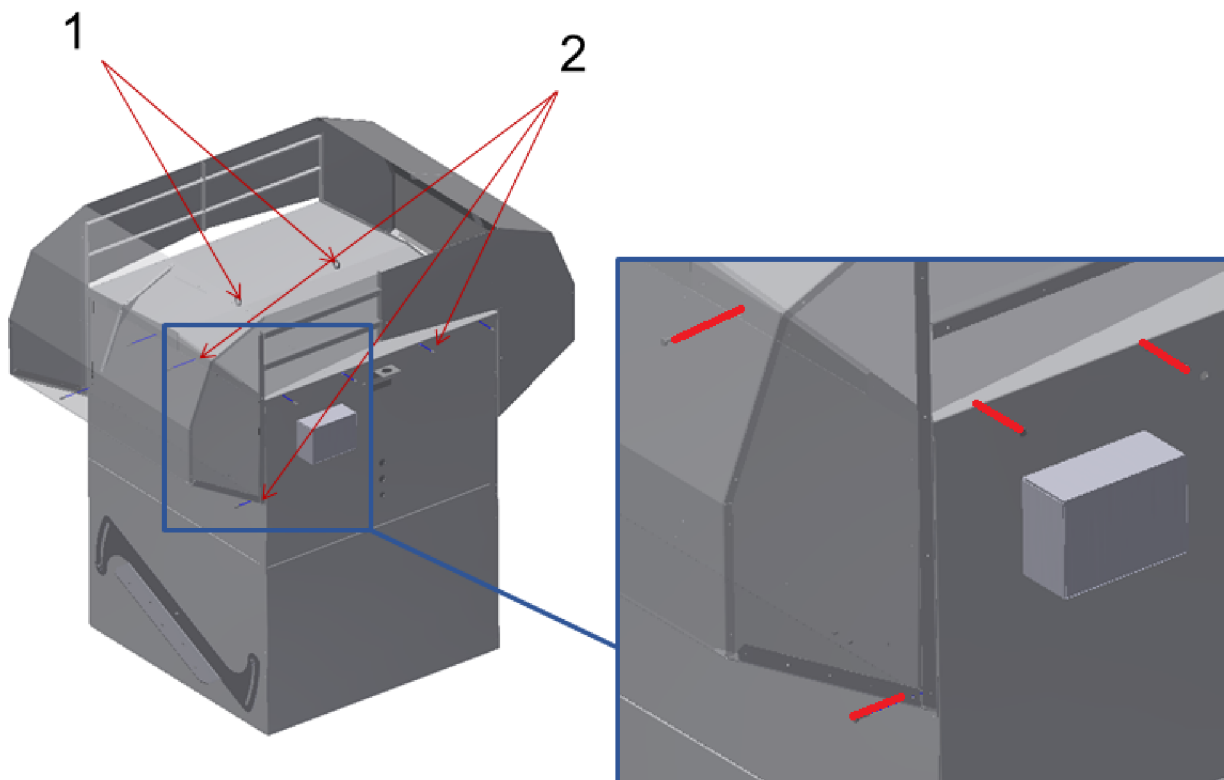

Abb. 18: Demontage Regenhaube
- Die Schrauben ( Abb. 18 /2) entfernen
- Regenhaube vom Grundgerät herabheben, bei den NG 355 bis 630 per Hand und ab NG 710 mittels geeigneter Hebevorrichtung an den dafür vorgesehenen Ringschrauben Abb. 18 /1)